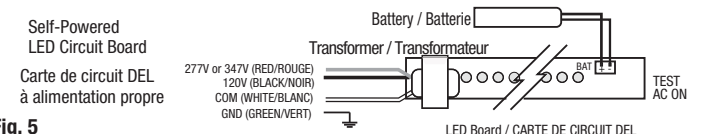

Fig. 5
4. Effectuer les branchements appropriés (dans la boîte de jonction) entre l'alimentation CA et le transformateur de la carte de circuit: ROUGE – ligne de 347 V pour tous les unités ou 277 V; NOIR – ligne de 120 V; BLANC – neutre (Fig. 5).
5a. MODÈLES CA/CC – EN OPTION: effectuer les branchements entre les fils d'alimentation CC et deux fils: ajuster le sélecteur à la tension désirée avant de faire les branchements: BLEU= (-), JAUNE= (+) (Fig. 5).
5b. MODÈLE AUTO-ALIMENTÉ – EN OPTION: brancher les connecteurs de la batterie dans les connecteurs pour la batterie sur la carte de circuit imprimé DEL (Fig. 5).
5c. MODÈLE CA SEULEMENT - EN OPTION: Couper et isoler les fils jaune et bleu (Fig. 5).